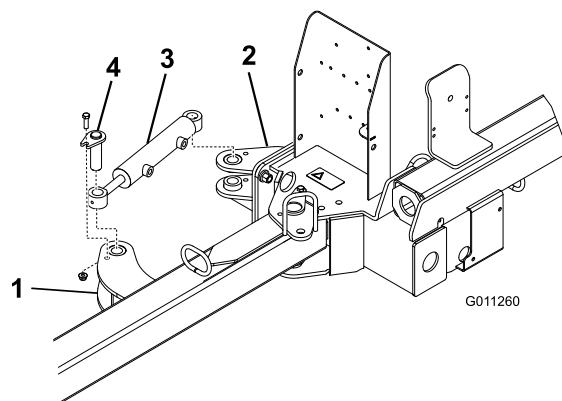

Figura 6
2. Fissate ogni estremità del cilindro idraulico a una linguetta dell'attuatore con un gruppo perno, un bullone da 3/8 x 1-1/4 poll. e un dado flangiato da 3/8 poll. (Figura 6). Assicuratevi che l'estremità dell'asta (estremità operativa) del cilindro sia agganciata alla linguetta anteriore dell'attuatore.